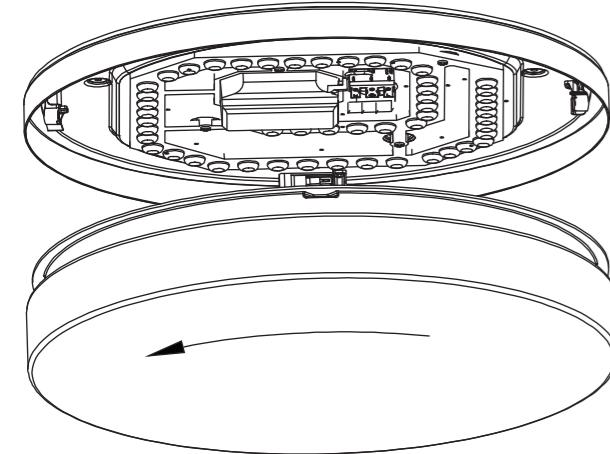

Fig.1
- Retire la base de montaje a la pared o al techo girando el difusor hacia la izquierda (fig. 1).
- Снимите монтажное основание на стене или потолке, повернув диффузор влево (рис. 1).